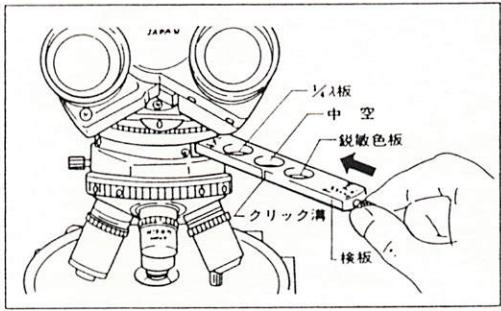

図 23
- ノブ側のつまみを外し、クリック溝を手前側にして、中間鏡筒Pのコンベンセータースロットへ手前から差し込み、外したつまみを元通りねじ込みます。（図23）